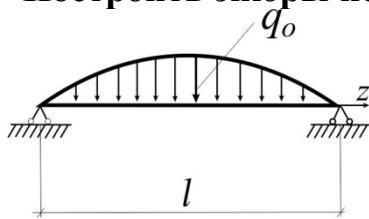

Рис.4.1
**4.1. Балка загружена распределенной нагрузкой  $q(z) = q_0 \sin(\pi z/l)$ . Построить эпюры поперечных сил и изгибающих моментов (рис.4.1).**